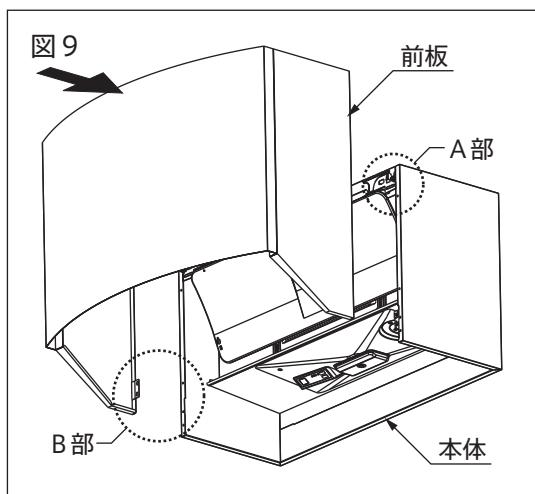

図10 A部詳細図
- (1) 前板を本体の本体フックに引っ掛けたから、前板を押し上げて、本体ツメに前板を差し込んでください。(図10)